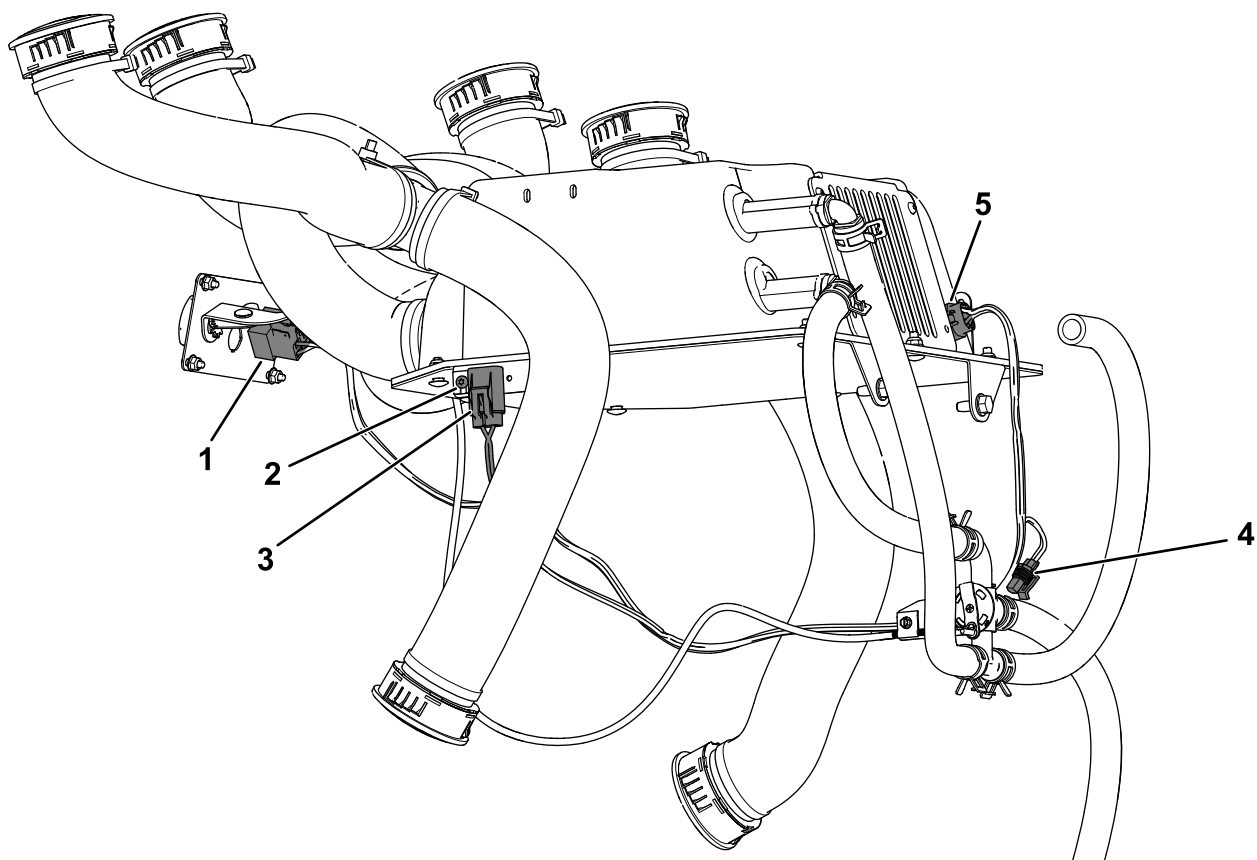

Figura 23
1. Instale a tampa do fusível (fornecida com o kit de cablagem) no lado esquerdo da caixa do aquecedor com o parafuso de cabeça de panela (n.º 10-24 x 3/8 pol.), como se mostra na Figura 23.
2. Encaminhe o kit da cablagem como se mostra na Figura 23.